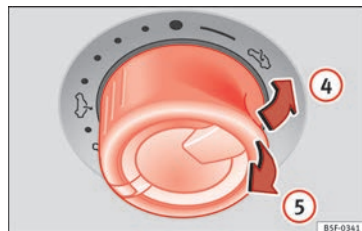

Fig. 42 En el techo interior: girar el mando para levantar el techo y cerrarlo.
- Antes de que transcurran aproximadamente 5 segundos desde la activación de la función antiaprisionamiento, tire del mando » **fig. 42** ⑤ hasta que el techo corredizo y deflector se haya cerrado completamente.